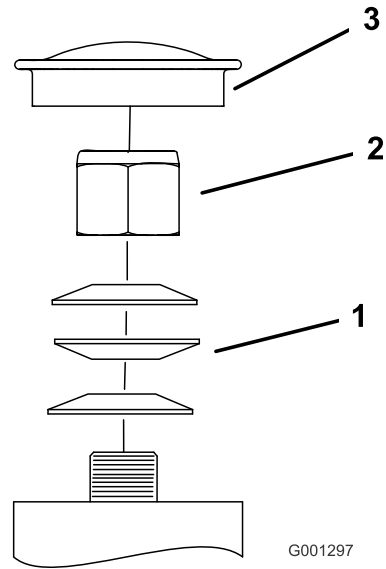

Figure 68
3. Retirez le couvre-moyeu de la roue pivotante et serrez le contre-écrou (Figure 68).
4. Continuez de serrer le contre-écrou jusqu'à ce que les rondelles élastiques soient aplaties, puis desserrez-le d'un quart de tour pour obtenir la précharge correcte des roulements (Figure 68).
**Important:** Veillez à placer les rondelles élastiques comme montré à la Figure 68.
5. Reposez le couvre-moyeu (Figure 68).